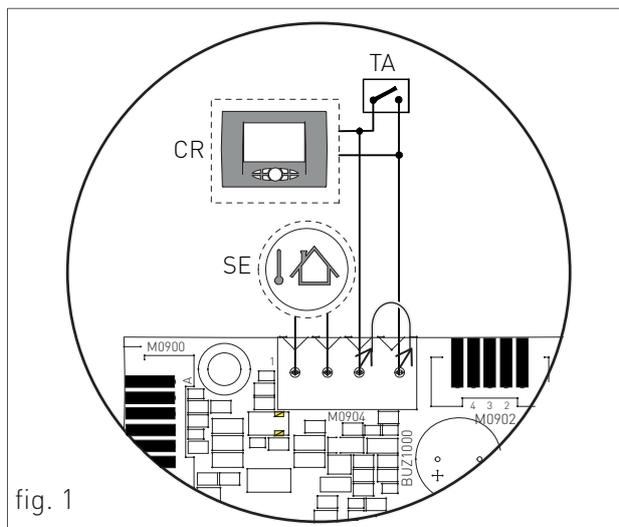

fig. 1
- Para la sonda de temperatura externa, conectar los dos conductores no polarizados en los contactos de la caja de conexiones M0904 (ver 'SE' fig.1).
- Para el Termostato ambiente o Control Remoto quitar primero el puente en los contactos de la caja de conexiones M0904 y sucesivamente conectar los dos conductores no polarizados del Termostato ambiente o Control Remoto (ver 'TA' o 'CR' fig.1).